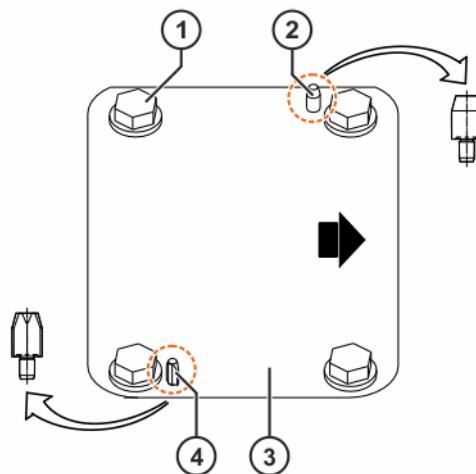

Abb. 7-14: Maschinengestellbefestigung einbauen
1. Auflagefläche des Roboters reinigen (>>> Abb. 7-14).